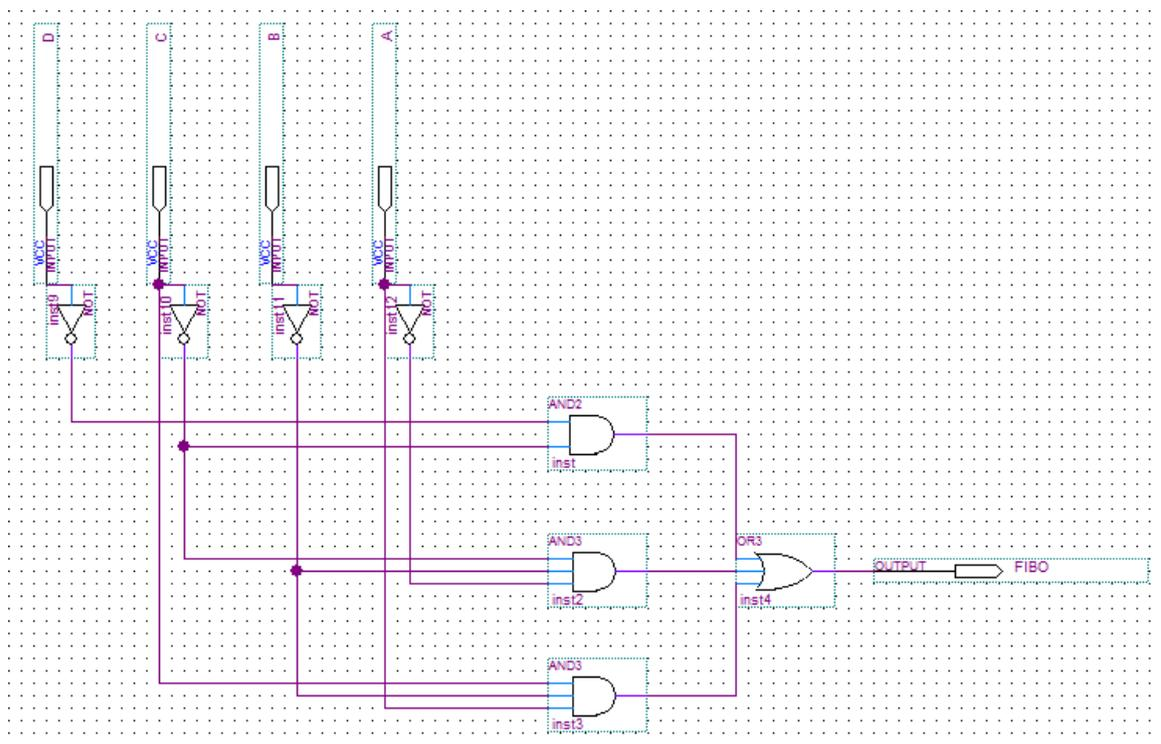
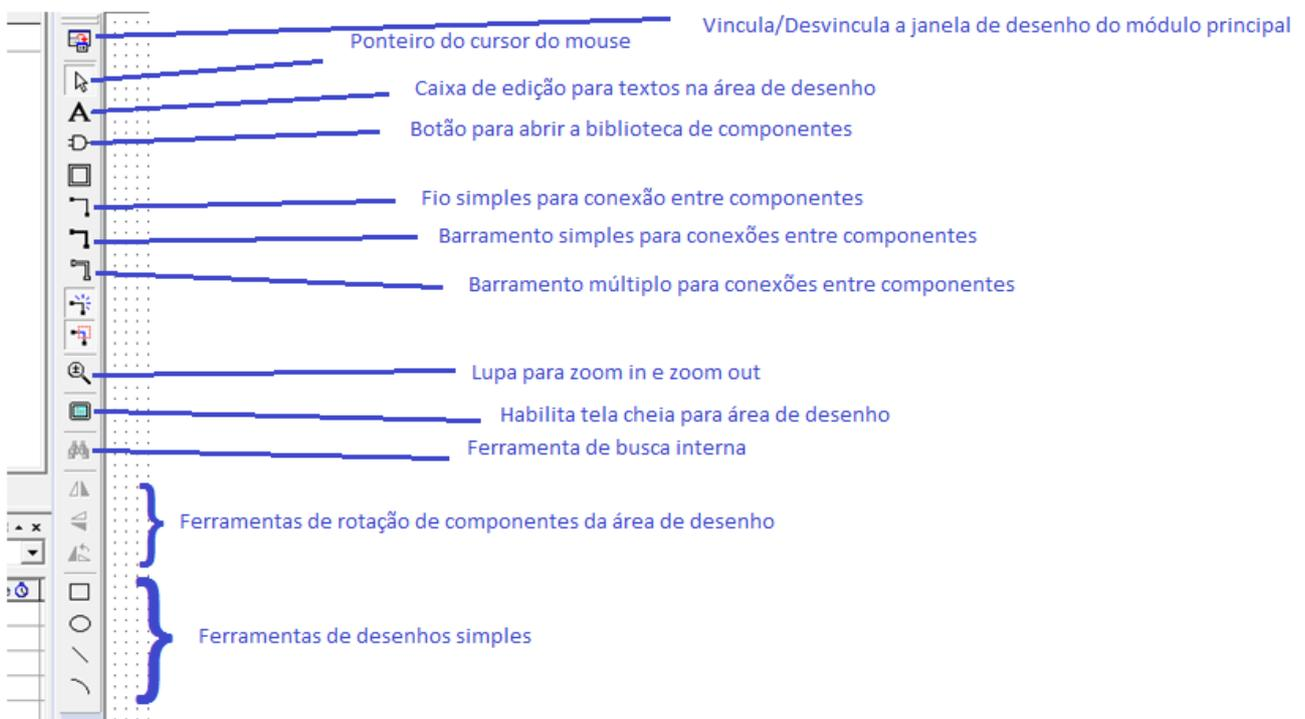

Figura 1 - Circuito da expressão  $F(A,B,C,D)$  modelado no Quartus(R) II 9.1.
Figura 5 - Régua de ferramentas de desenvolvimento do Quartus(R) II 9.1.
A figura 1 mostra o circuito lógico obtido da expressão booleana anterior e, foi desenhado utilizando-se o software Quartus(R) II 9.1. O objetivo deste tutorial é reproduzi-lo, passo a passo da forma mais simples possível.
Criaremos um projeto para o circuito apresentado na figura 1. O nome deste projeto será **tutorial**.
Na margem esquerda da área de desenho há uma régua vertical com alguns botões, que disponibilizam as opções de projeto tais como a biblioteca dos componentes, caixa de edição de texto, lupa para zoom etc. Vide figura 5.
Utilize a figura 1 como referência, se necessário.
- Clique no botão com o desenho de uma porta lógica (  ), localizado na régua de ferramentas da figura 5.
Arraste o pino **OUTPUT** para próximo da saída da porta lógica **or3**, conforme figura 1.
Vamos girar os quatro pinos de entrada **INPUT** em 270°, de modo que fiquem com a extremidade "pontaguda" para baixo, vide figura 1. Para isto, selecione um pino de cada vez (clique com o mouse sobre ele) e execute os seguintes passos:
Agora reorganize todos os componentes na área de desenho, de modo a ficarem dispostos como na figura 1. Pronto, então salve o projeto em disco, conforme descrito no **Passo 6**.
Para dar nome a um componente basta dar duplo clique sobre o componente desejado e seguir os passos (use a figura 1 como referência, se necessário):
Conectar os componentes do circuito (veja a figura 1) é muito simples, bastando para isto posicionarmos o ponteiro do mouse sobre o terminal desejado do componente de origem, pressionar o botão esquerdo, mantê-lo pressionado e arrastar até o ponto ou terminal desejado do componente destino, soltando-o em seguida. O aspecto do ponteiro do mouse será uma cruz com o desenho **Fio simples**, vide figura 5.